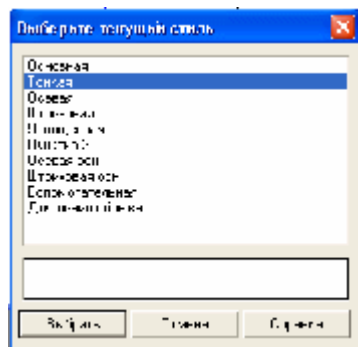

Рисунок 34
6. Выделить вторую прямую, щелкнуть 2 раза ЛКМ по прямой и на столе параметров объекта (рис.5) выбрать другой тип линии (тонкая) (рис. 34).
7. Установите привязки точек по СЕТКЕ и нажмите на ОК (рис.34).